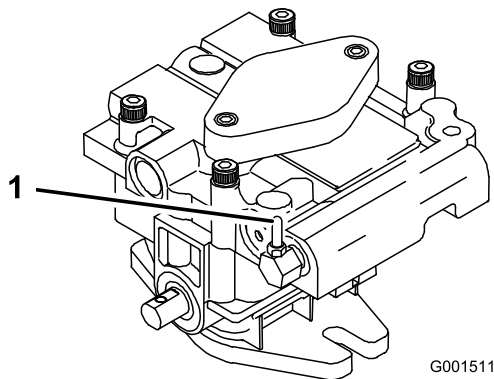

Figure 14
2. Ouvrez les vannes de dérivation en les tournant 1 à 2 fois dans le sens antihoraire. Cela permet au liquide hydraulique de contourner les pompes et aux roues de tourner (Figure 14).